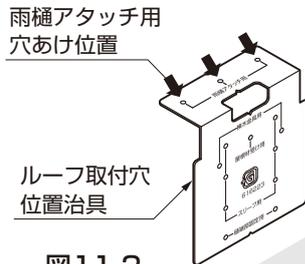
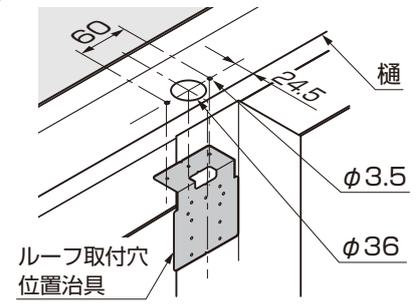

図11-2
図11-3 A部詳細図
- ①ルーフ取付穴位置治具を樋にあて、ケガキ、ドリルで水抜き穴 $\phi 36$ と雨樋アタッチメント取付穴 $\phi 3.5$ をあけてください。(図11-2、図11-3参照)